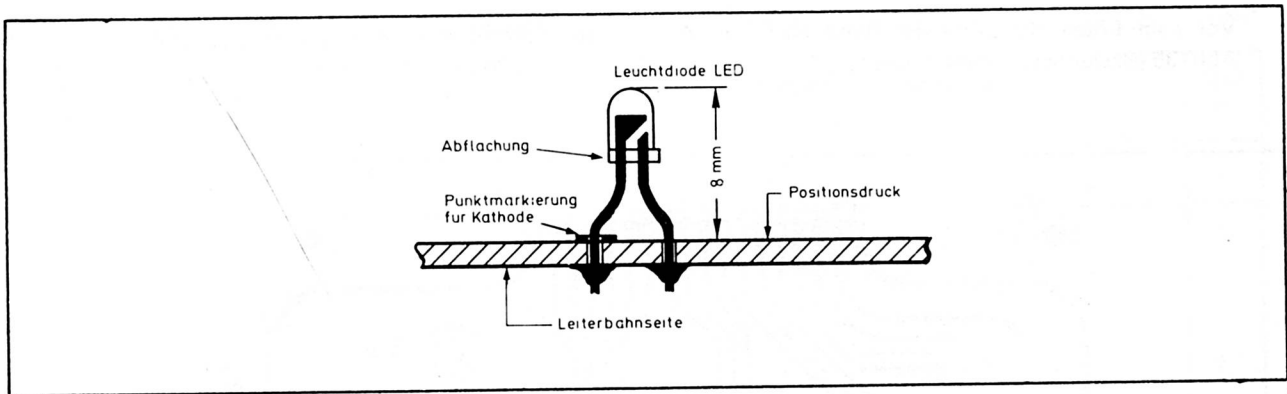

Abb. 32: Einbau und Polung der Leuchtdioden
- Bauen Sie die 15 Leuchtdioden nach Stückliste 8 ein, beachten Sie Abb. 32, also Polung und Abstand von der Platine.
| 6        | 62025       | 10        | Leuchtdioden, rot                  | LED 1 bis LED 10, Abb. 32  | 2        |
| 7        | 62026       | 4         | Leuchtdioden, grün                 | LED 11 bis LED 14, Abb. 32   | 2        |
| 8        | 62027       | 1         | Leuchtdiode, gelb                  | LED 15, Abb. 32  | 2        |